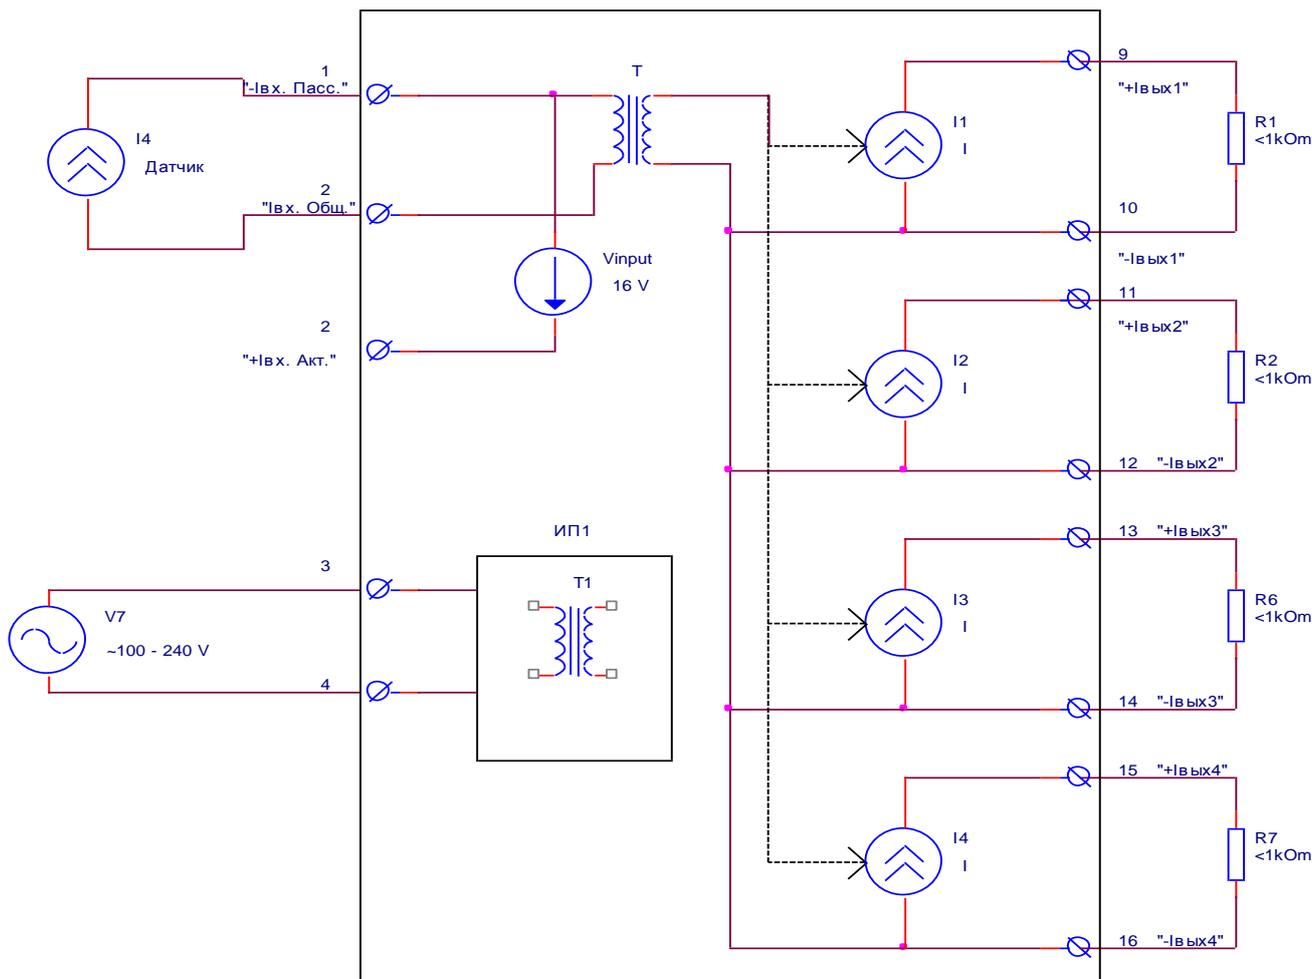
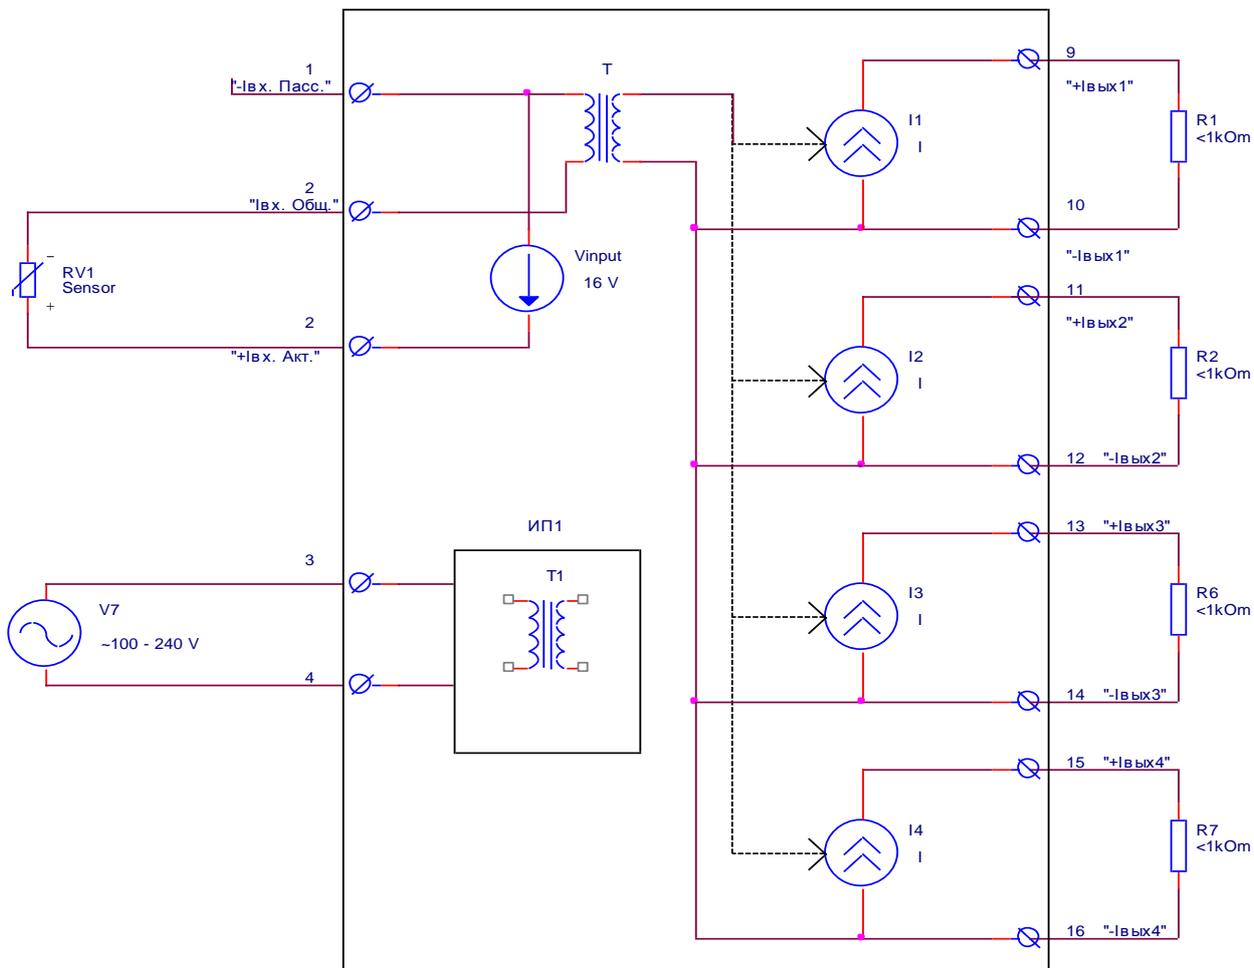

Рис.1 Схема подключения ТРПС 1-4-1 1 при использовании активного источника сигнала 4-20 мА.
Рис.2 Схема подключения ТРПС 1-4-11 при использовании пассивного источника сигнала 4-20 мА.
2.2 Прибор имеет возможность работать как с пассивным мА (клеммы Iвх Общ. и +Iвх Акт) (Рис.1), так и с активным источником сигнала 4-20 мА (клеммы «-Iвх Пасс. и Iвх Общ.». (Рис. 2.).